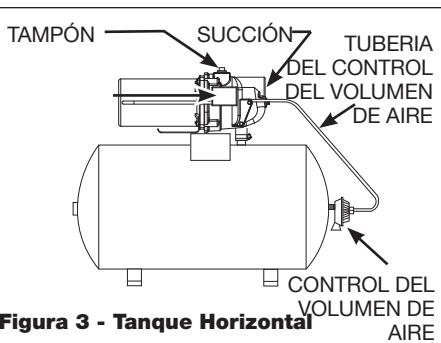

Figura 3 - Tanque Horizontal
- Retire el tapón para cavar (Figura 3 en la página 26).